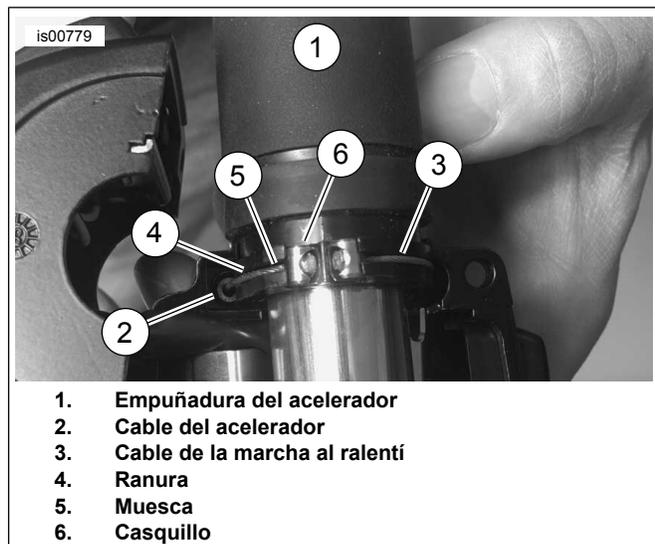

Figura 12. Conexiones en la empuñadura del cable del acelerador/marcha al ralentí
5. Vea Figura 12. Deslice la empuñadura de control del acelerador (1) sobre el extremo del manillar derecho hasta que toque contra el extremo cerrado. Gire la empuñadura para que las muescas del casquillo (6) estén en la parte superior.
6. Coloque la caja inferior de interruptores debajo de la empuñadura de control del acelerador. Coloque un casquillo de bronce en los cables del acelerador (2) y de la marcha al ralentí (3) para que los dispositivos de conexión del extremo asienten en el receso del casquillo (6). Asiente los casquillos en sus respectivas muescas (5) en la empuñadura de control del acelerador (1). Verifique que los cables estén atrapados en las ranuras (4) moldeadas en la empuñadura.